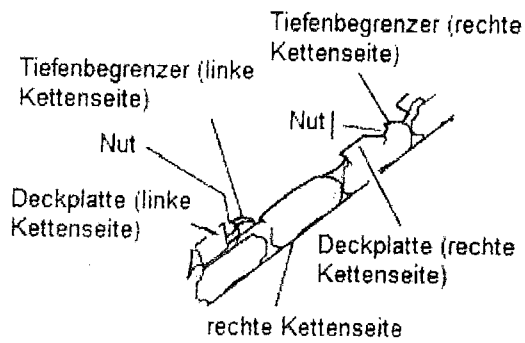

Abbildung 16
4. Halten Sie die Feilschiene gerade. Achten Sie darauf, dass die 30° Kennzeichnung auf der Feilschiene parallel zur Mitte der Führungsschiene ausgerichtet ist. Dadurch ist sichergestellt, dass Sie die Schneidefläche in einem Winkel von 30° feilen. (Siehe Abbildung 16)
5. Feilen Sie von innen nach außen der Schneidefläche, bis die gewünschte Schärfe hergestellt ist. Feilen Sie nur in diese eine Richtung. (Siehe Abbildung 16) (Hinweis: Zwei oder drei Züge mit der Feile sollten ausreichen, um die Schneidefläche zu schärfen.)